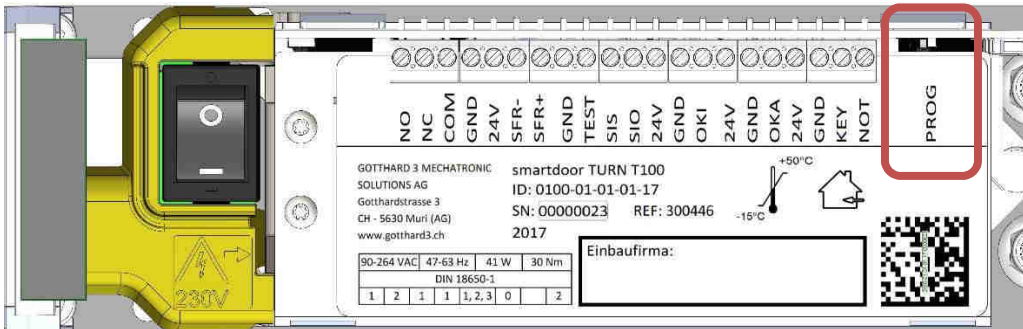

Figure 15 : Touche PROG
- 2 Dans les 10 secondes pendant que le voyant LED rouge clignote, appuyez sur la **touche PROG** pendant 5 secondes pour lancer la fonction Auto Learning (voir Figure 15 : Touche PROG).